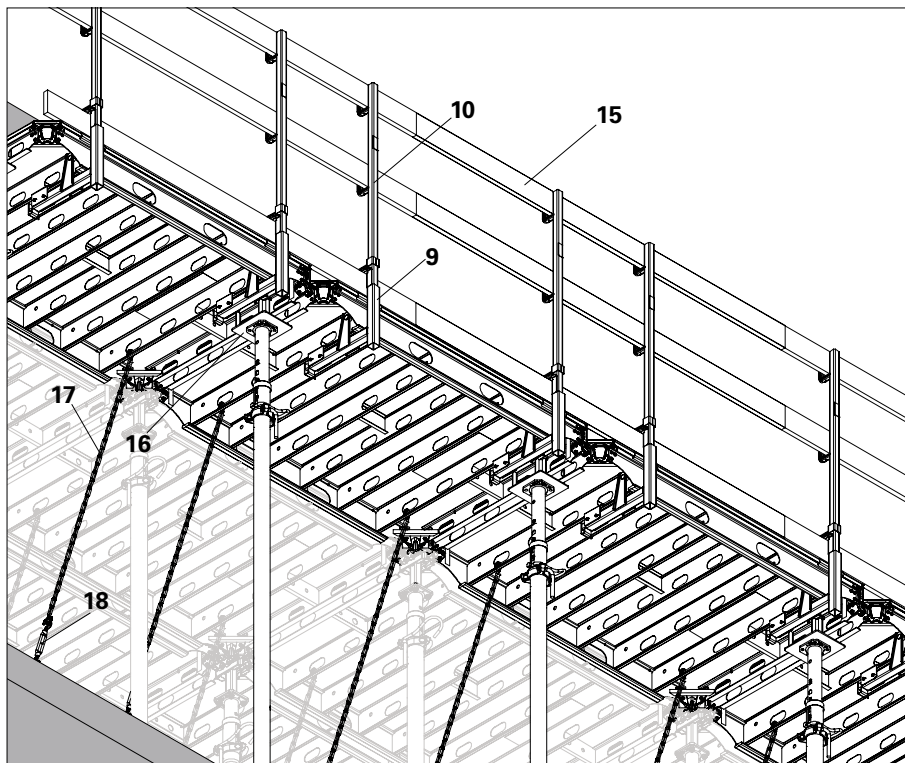

Fig. A10.08
5. Inserire il montante parapetto HSGP-2 (10) nel supporto parapetto (9) dall'alto solo dopo averlo assicurato saldamente con catene di ancoraggio. (Fig. A10.08)
6. Inserire le tavole del parapetto (15) e fissare con chiodi. (Fig. A10.08)